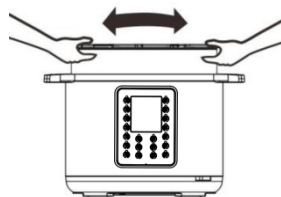

Abbildung 14
2. Stellen Sie sicher, dass der innere Topf, in dem sich das Kochfeld befindet (14), sauber und trocken ist, bevor Sie den inneren Topf (6) in den Schnellkochtopf stellen, und richten Sie den Topf aus, um einen optimalen Kontakt zwischen dem inneren Topf und dem Kochfeld (14) sicherzustellen (Abbildung 14)
BEMERKUNG: Das Druckbegrenzungsventil kann nicht unmittelbar nach dem Garen auf die Position „Exhaust“ („Ablassen“) eingestellt werden, wenn Funktionen wie für Brei oder Suppe verwendet werden. **WICHTIG** ist, dass das Sicherheitsventil (5) absinkt, bevor Sie versuchen, den Deckel zu öffnen (Abbildung 14).